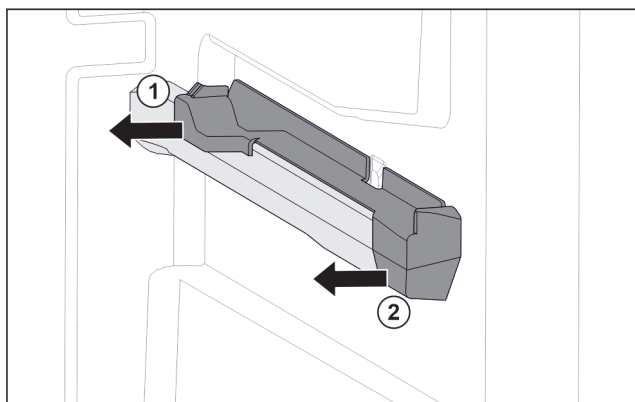

Fig. 80 Élément emboîtable sur la nervure de récipient droite
- Le retirer sur le côté par l'arrière. Fig. 80 (1)
- Le retirer sur le côté par l'avant. Fig. 80 (2)